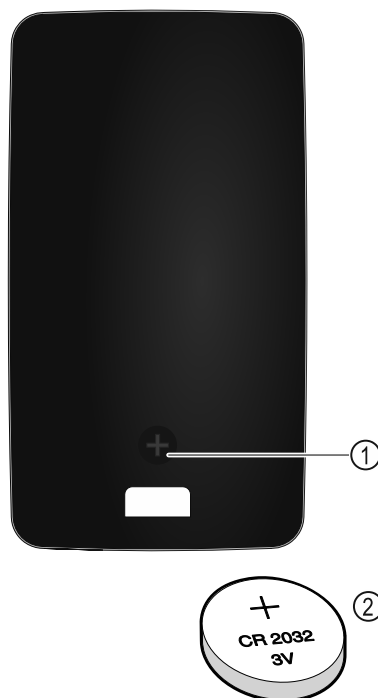

Fig. 232
Die Stromversorgung der Fernsteuerung erfolgt über eine Batterie des Typs CR 2032 mit 3V Fig. 232 (2), welche im Fachhandel erhältlich ist.
- ▶ Schraube Fig. 232 (1) auf Rückseite der Fernbedienung herausdrehen.